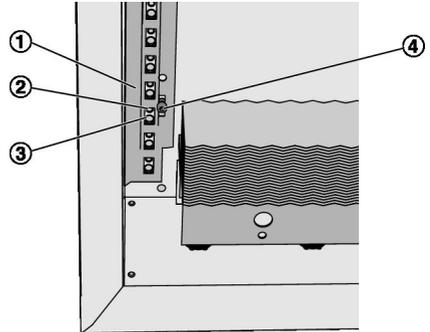

Abb. 11: DID614 DüsenEinstellung
2. ▶ Innensechskantschrauben (SW4) (Abb. 11/4) der Einstellschiene (Abb. 11/1) lösen.
- kleine Düse offen (Abb. 11/2) (DS)
- große Düse offen (Abb. 11/3) (DB)